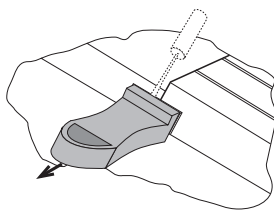

Fig. 2
- Saisissez le verrou et retirez-le entièrement en tournant légèrement (voir la fig. 2 et 3). Vous pouvez utiliser le verrou comme extracteur lors d'un changement de module.